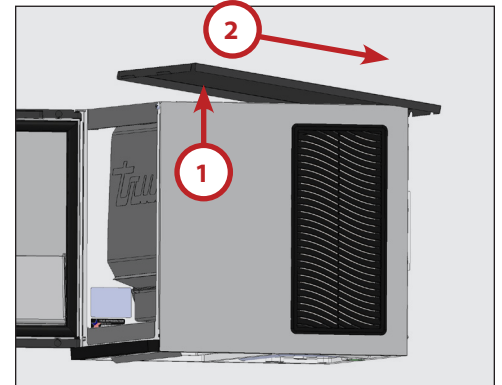

Abb. 4. Heben Sie die vordere Kante an, schieben Sie die Abdeckplatte zurück und heben Sie dann die Platte an.
2. Heben Sie die Abdeckplatte vorsichtig an. Schieben Sie dann die Abdeckplatte in Richtung Rückseite des Eisbereiters. Siehe Abb. 4.